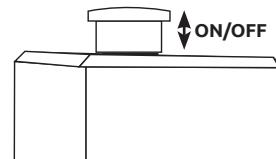

Figure 2
- Aprire la valvola di uscita, impostare la manopola dell'interruttore di pressione in posizione "ON" (Fig.2) e lasciare che il compressore eserzi scada per 10 minuti senza carico, al fine di garantire la lubrificazione delle parti in movimento prima del servizio regolare.